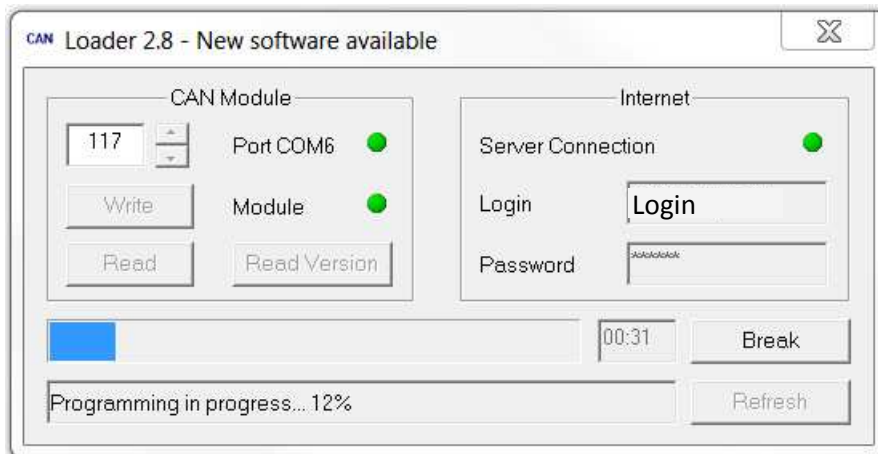

Рис.4
- подождать пока закончится загрузка обновления (см. рисунок 4)